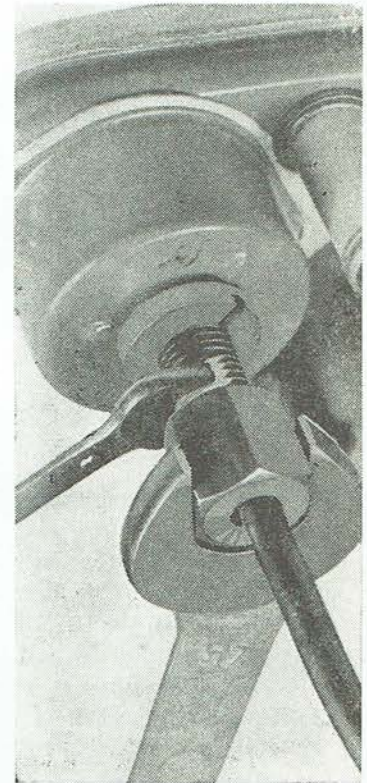

Abb. 153
5. Die Überwurfmutter M 4 (Schlüsselöffnung 17) ist vom Luftdruckmesser (Abb. 153) am Paneelverbundgerät abzuschrauben. Das freigewordene Rohr des Druckmessers ist leicht vom Sitz der Druckmesser-Verschraubung wegzubiegen.
Anmerkung: Beim Aufschrauben der Überwurfmutter M 4 an den Luftdruckmesser muss die Verschraubung des Druckmessers mit einem Schlüssel gesichert werden, um ein Verdrehen des Messmechanismus (Abb. 153) zu verhindern.